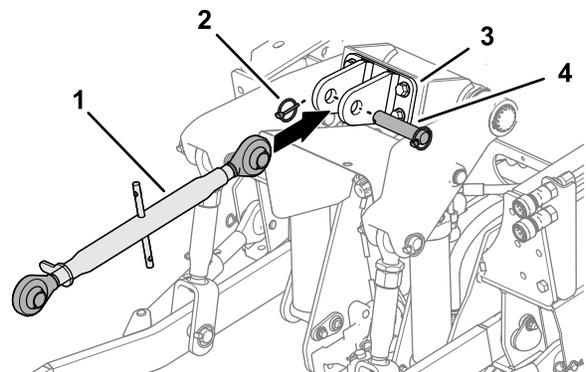

Bild 16
3. Bauen Sie den oberen 3-Punkt-Lenker (Bild 16) an der Zugmaschine an (sofern dieser entfernt war).